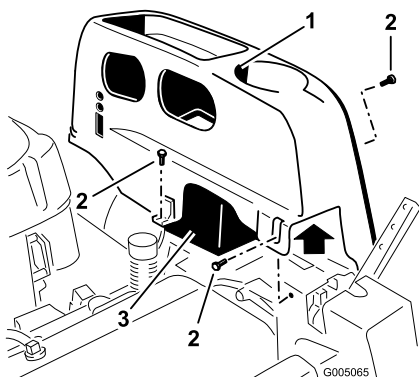

Bild 20
2. Nehmen Sie die TORX® Kopfschrauben (25) ab, mit denen die linke Abdeckung am Rahmen befestigt ist, wie in Bild 20 dargestellt.